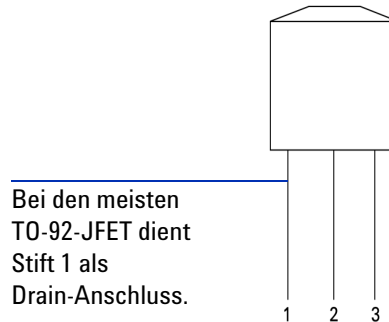

Abbildung 5-10 TO-92-JFET
- 3 In diesem Beispiel wird ein JFET mit TO-92-Paket, wie in Abbildung 5-10 dargestellt, verwendet.